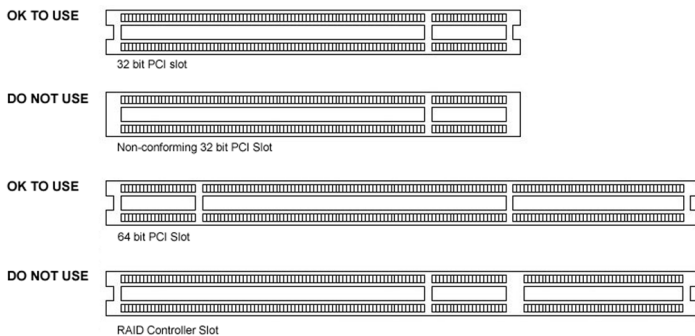

Figure 5: Emplacements pour cartes PCI et RAID
4. Installez la carte graphique BarcoMed Nio dans un emplacement PCI disponible, qu'il s'agisse d'un emplacement 64 bits ou 32 bits (vous trouverez des exemples d'emplacements à la figure 5 ci-dessus). Vérifiez si la carte graphique est fermement insérée dans l'emplacement.